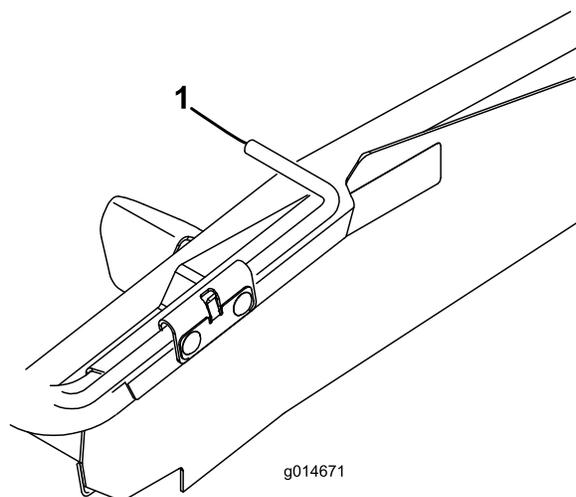
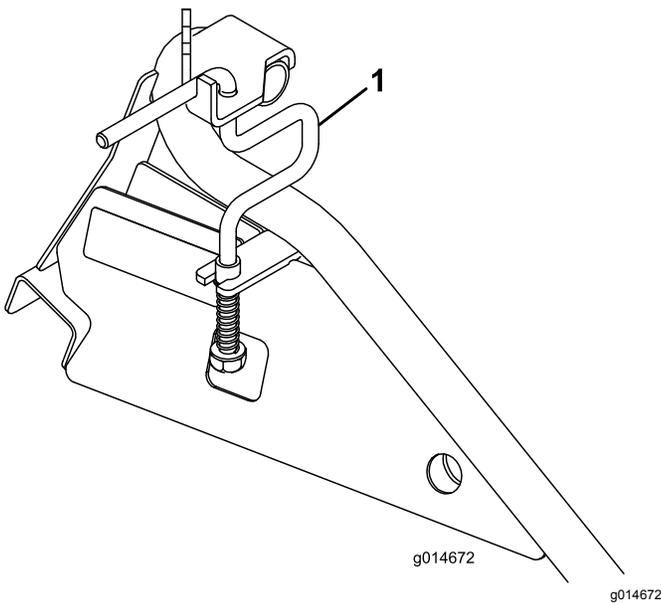

Figura 13
Figura 14
2. Sulle rampe piane, ruotate le aste della ruota verso l'alto (Figura 13); sulle rampe con guide ruotate le aste della ruota parallelamente alla rampa (aperte) (Figura 14).
- Sulle rampe piane, ruotate le aste della ruota verso il basso fino a posizionarle sulle ruote di trasferimento del tosaerba (Figura 13).
- Sulle rampe con guide sollevate l'asta della ruota e ruotatela fino a posizionarla dietro le ruote di trasferimento del tosaerba (Figura 14).